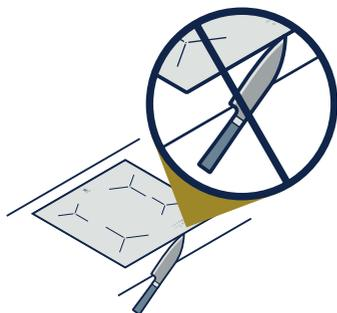

Figura 6a
- Para limpar a sujeira leve do vidro cerâmico, use um pano macio umedecido com água morna (Figura 6a).